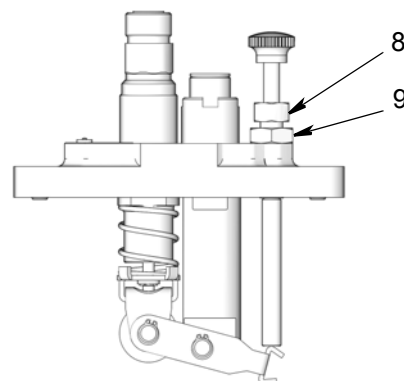

ABB. 9
Das Pumpenvolumen wird über eine externe Einstellschraube (8) geregelt (ABB. 9). Durch Drehen der Einstellschraube wird die Länge des Kolbenhubs verändert, wodurch das Ausgangsvolumen der Pumpe geändert wird.
1. Lösen der Sicherungsmutter (9) der Einstellschraube (ABB. 9).
2. Einstellschraube (8) drehen (ABB. 9):
3. **Nur für Saugpumpenmodelle und Pumpenmodelle mit Fließbecherzufuhr:** Bei laufendem Öler, die Tropfen zählen, die in einer Minute vom Tropfrohr (4) in das Schauglas (2) fallen.
5. Sobald die Pumpe auf die ordnungsgemäßen Werte gemäß den technischen Daten eingestellt ist, die Sicherungsmutter der Einstellschraube (9) festziehen (ABB. 9).
Die Anzahl an Tropfen, die Sie in das Schauglas fallen sehen, entspricht der Ölmenge, die von der Pumpe ausgegeben wird. Das Pumpenvolumen kann mit der Einstellschraube (8) (ABB. 9) eingestellt werden, um den Kolbenhub zu verändern. (Siehe Einstellen der Pumpe.)